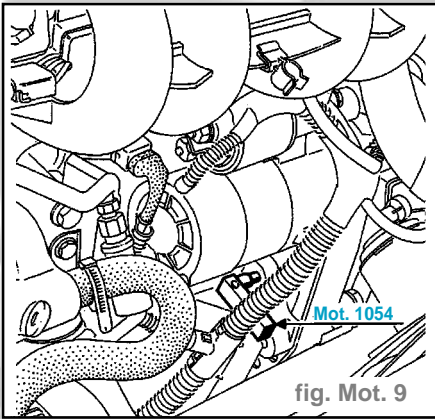

fig. Mot. 9
- Tourner le moteur dans le sens de rotation jusqu'à mettre la distribution à son point de calage (alignement des repères arbre à cames et vilebrequin) tout en insérant la pige MOT. 1054 dans le volant moteur (fig. Mot. 9).
- Retirer la pigne **MOT. 1054** (fig. Mot. 9).